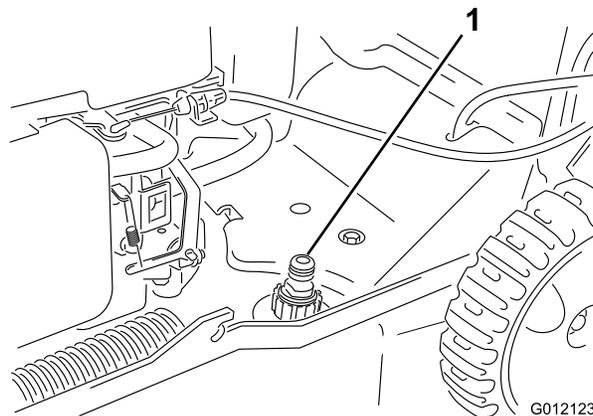

Bild 26
3. Befestigen Sie einen Gartenschlauch, der an einen Wasserhahn angeschlossen ist, am Wasseranschluss am Rasenmähergehäuse (Bild 26).